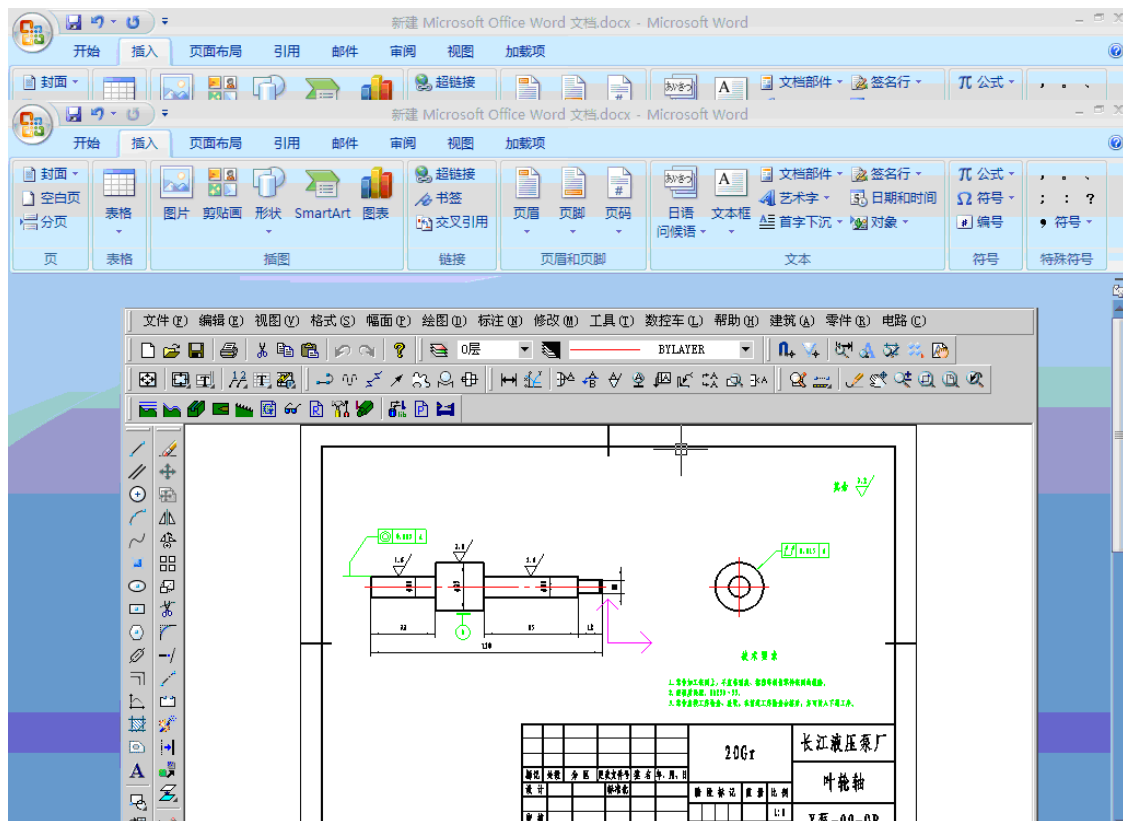

图 16-28 调节绘图区的大小
4. 由于绘图区的大小和形状决定插入到 Word 文件中的数控车对象的大小和形状, 因此绘制完成后, 可通过改变数控车窗口的大小来改变绘图区的大小, 然后单击【显示全部】按钮  将所绘制的图形在绘图区内充分显示, 改变结果如图 16-28 所示。关闭数控车窗口, 则更新文档中插入的对象。